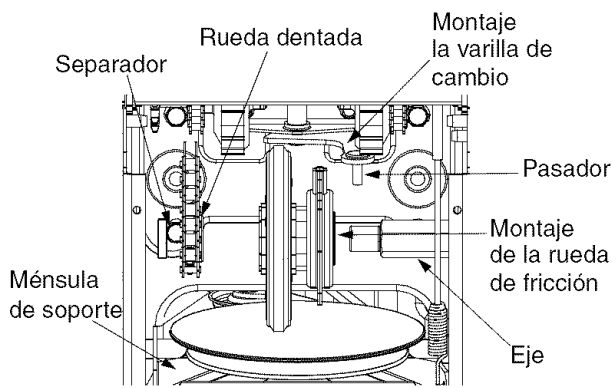

Figura 23
6. Mueva el eje del engranaje a la derecha y luego deslice el montaje de la rueda de fricción desde el eje. Vea la Figura 23.
10. Ubique el montaje de la rueda de fricción sobre el pasador del montaje de la varilla de cambio, y deslice el eje a través del montaje. Vuelva a montarlos en orden inverso. Consulte la Figura 23.